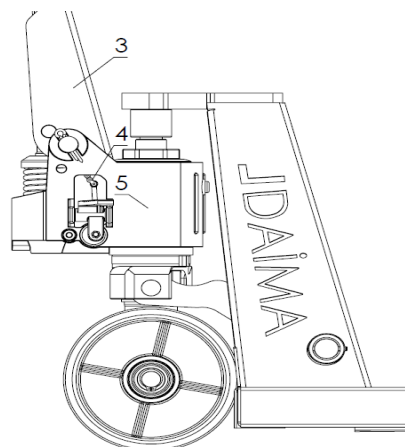

Figure 2
- Assemblez le levier de levage (voir Figure 2, pièce numéro 3) et la pompe hydraulique (voir Figure 2, pièce numéro 5) à l'aide de l'axe de connexion du levier de levage.
- Passez la chaîne présente sur le levier de levage (voir Figure 2, pièce numéro 4) à travers le trou central de l'axe de connexion du levier de levage.